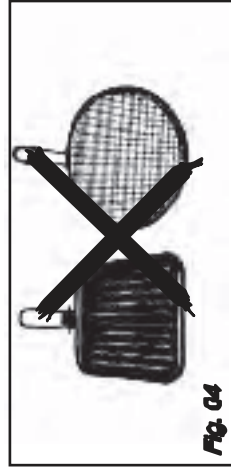

Fig. 04
- N'utilisez pas de récipients qui recouvrent partiellement les manchettes (Fig. 04).